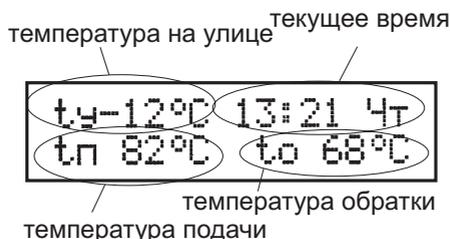

Рис.2. Основной экран.
Основной экран отображает текущее время, день недели, температуру на улице « t_u », температуру «поддачи» « t_p » и температуру «обратки» « t_o » как изображено на Рис.2. На этот экран всегда возвращается индикация, если в течение 30 с не нажималась ни одна клавиша. Время и день недели можно подстроить. Для этого необходимо нажать кнопку «выбор» (4), при этом заморгает значение часов. Кнопками «больше» (3) или «меньше» (2) можно подстроить требуемое значение. Если еще раз нажать кнопку «выбор», то мы перейдем к подстройке минут, если еще нажать «выбор» - переходим к дням недели. Подстройка значений также производится с помощью клавиш «больше» или «меньше». Если еще раз нажать «выбор» - мы выйдем из режима установки значений. Нажатие кнопки «меню»(5) или ненажатие кнопок в течение 30 с выводит устройство из режима установки любого значения (значение перестает моргать). Если датчик улицы не подключен (не используется), то значение температуры на улице - не отображается. Аналогично, если не подключен датчик «поддачи», то значение температуры тоже не высвечивается. Также, если нет датчика «обратки», то нет и